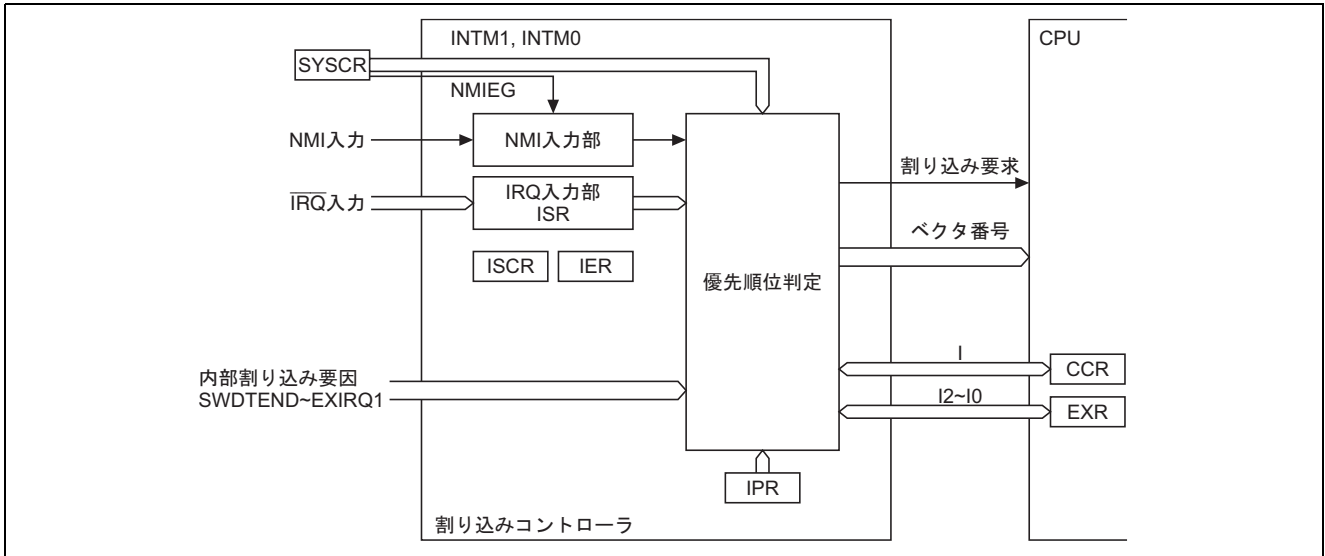

図2 割り込みコントローラのブロック図
(1) 割り込みコントローラのブロック図を図 2 に示し、以下に割り込みコントローラのレジスタについて説明します。